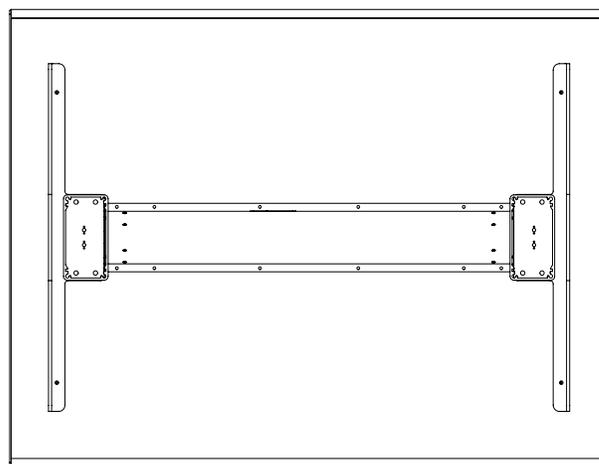

Figure 4: Table de travail, surface de travail, profondeur de 30-42"
- 2b. Centrez la base de la table de travail (Figure 4) à l'avant et à l'arrière, à gauche et à droite, sur les trous pré percés de la surface de travail.